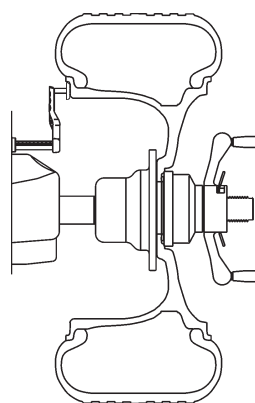
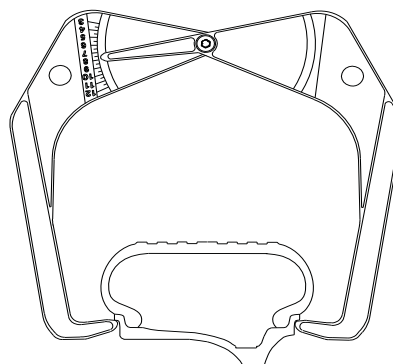

Figura 23a
Figura 23b
- Mueva el brazo de desequilibrio de la llanta hasta el borde de la misma, toque con el puntero el borde de la llanta, como se ilustra en la figura 23a y manténgalo firme durante aproximadamente un segundo. El pitido sonará cuando se calculen e introduzcan los valores de distancia y diámetro. Vuelva a colocar el brazo en su posición totalmente retraída y abajo en la equilibradora. No deje que el brazo de medición "cuelgue" delante de la equilibradora.
usando calibradores del ancho de llanta. Mida la rueda donde vaya a aplicar el peso de pestaña correctivo, Figura 23b. Presione la tecla de entrada de la Anchura, Figura 23a, e introduzca el ancho medido presionando las teclas +/- hasta que aparezca el valor deseado en la pantalla.